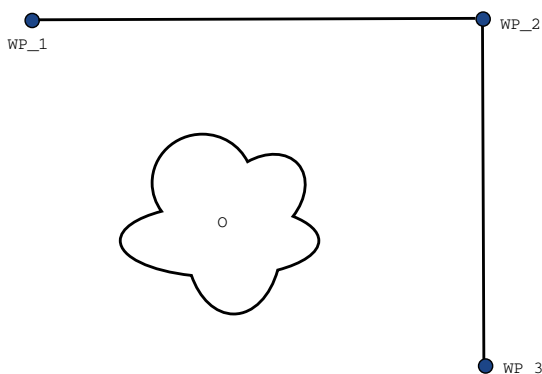

Figure 14.2: WP_1: 初期位置、WP_2: 通過点、WP_3: 持ち上げ位置、O: 障害物。
例 ピックアンドプレースのアプリケーションを例として考えた場合、(図14.2参照)、ロボットは現在中間地点 1 (WP_1) にあり、中間地点 3 (WP_3) で対象物を持ち上げる必要があります。対称物やその他の障害物との衝突を避けるため (O)、ロボットは WP_3 に中間地点 2